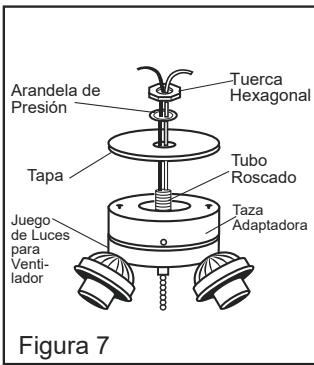

Figura 7
- Fije la cubierta al adaptador del juego de luces metiendo primero los cables del juego de luces (blanco y negro) a través del agujero en la cubierta; atornille luego la cubierta en el adaptador (Vea la figura 7). Asegúrese de que esté suficientemente apretado para evitar que se suelte el juego de luces debido a las vibraciones.
- Coloque una arandela de presión y una tuerca roscada sobre los cables del juego de luces y el niple central, y apriete la tuerca roscada. (Vea la figura 7).